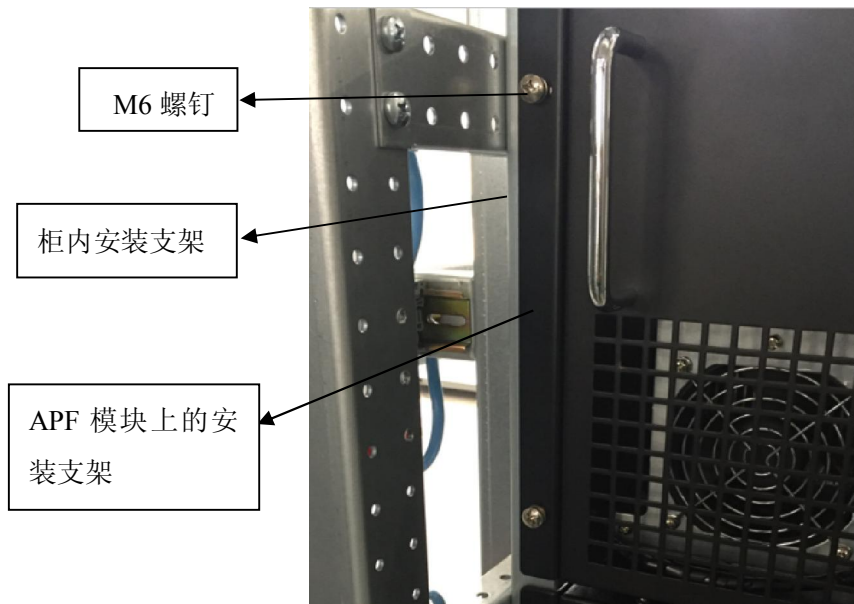

图 2-13 支架安装示意图
- b) 每个 ANAPF 模块根据安装固定位置要求，放置于柜内相应位置，模块前面板上的安装孔刚好对应柜内安装支架上的安装孔，用 M6 的螺钉紧固，如下图 2-13 所示。